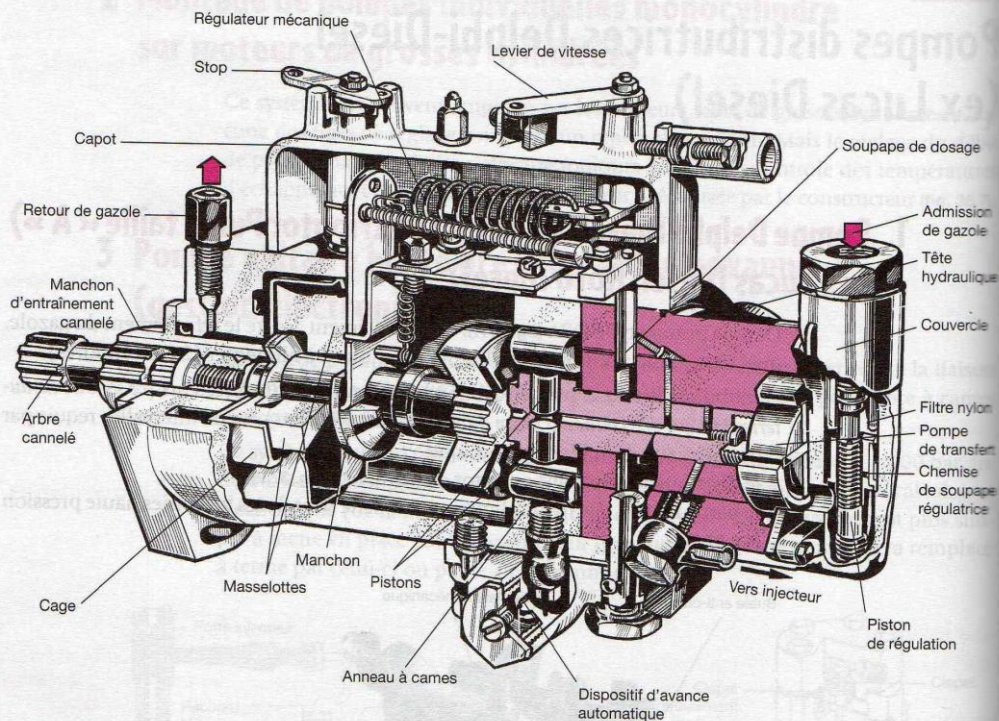
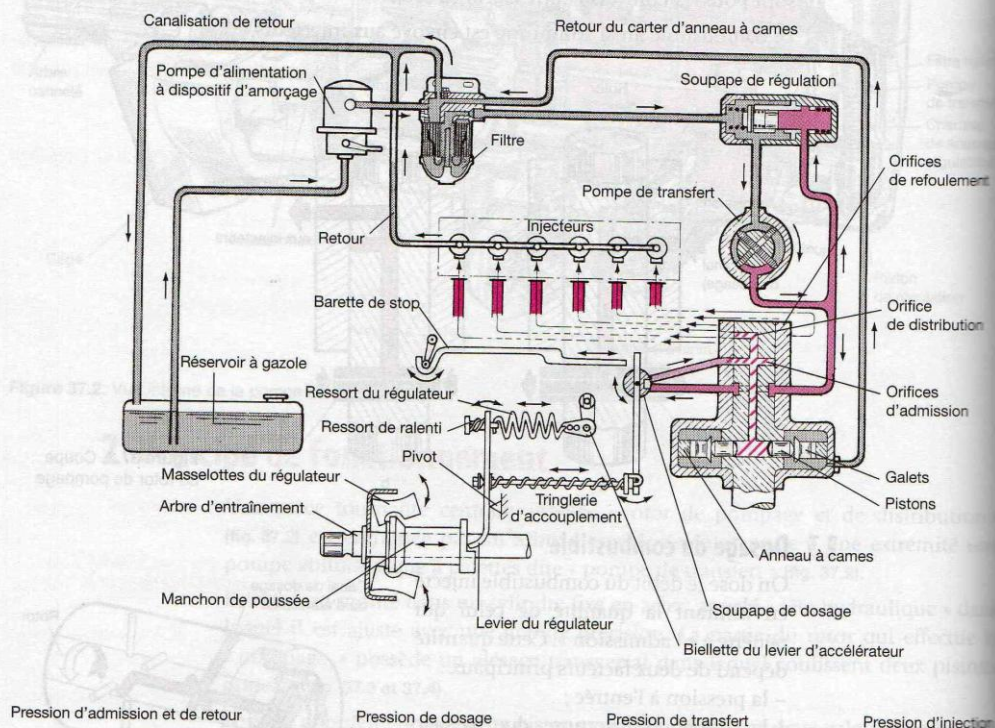

Figure 37.2. Vue interne de la pompe d'injection « DPA »
Figure 38.1. Système d'alimentation d'une pompe DPA à régulateur mécanique
- le distributeur tournant ou rotor de pompage (fig. 37.2) ;
- la partie fixe ou tête hydraulique, sur laquelle sont fixées les sorties haute pression (fig. 37.2).
Une pièce tournante centrale appelée « rotor de pompage et de distribution » (fig. 37.2) est entraînée par un arbre cannelé; ce rotor porte à une extrémité une pompe volumétrique à palettes dite « pompe de transfert » (fig. 37.2).
Un dosage précis est obtenu en agissant sur la pression à l'entrée. La surface effective de l'orifice de dosage est déterminée par le mouvement de la soupape de dosage (fig. 37.2 et 38.3). Le gazole venant de la pompe à « pression de transfert » traverse « l'orifice » de dosage déterminé par la position d'ouverture de la soupape. Cet orifice provoque une chute de pression dont la valeur résultante est appelée « pression de dosage » (fig. 38.1).
Le combustible pénètre dans la pompe à pression d'alimentation (fig. 38.1) puis, après passage par le filtre, il arrive à la pompe de transfert (pompe volumétrique).
En agissant sur la soupape de dosage, elle-même reliée au levier d'accélérateur et au régulateur, on fait varier la pression de dosage (modification de l'orifice de dosage), ce qui fait varier le débit (fig. 38.1 et 38.3).